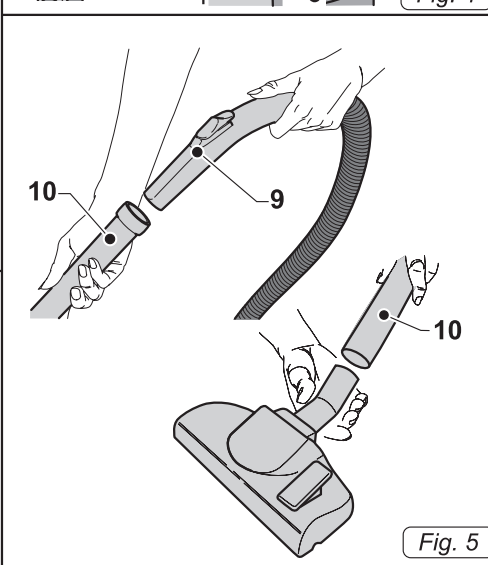

Fig. 5
- Accrocher la rallonge à la poignée ergonomique (9 Fig. 5) du tuyau flexible (10 Fig. 5).